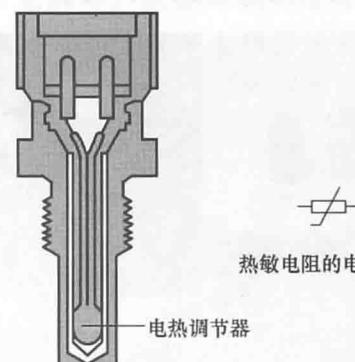

图 1-15 热敏电阻的结构和电路符号
(3) 热敏电阻 热敏电阻是另一种形式的可变电阻器，如图1-15所示。其阻值随着温度的变化而变化，所以，可以用热敏电阻将温度的变化转换成电压信号的变化，从而对温度进行感测。冷却液温度传感器、自动空调的温度传感器等就是典型的热敏电阻。热敏电阻按照温度系数的不同可分为正温度系数热敏电阻器(PTC)和负温度系数热敏电阻器(NTC)两种。正温度系数热敏电阻器(PTC)的电阻值随着温度的升高而增大，负温度系数热敏电阻器(NTC)的电阻值随着温度的升高而降低。